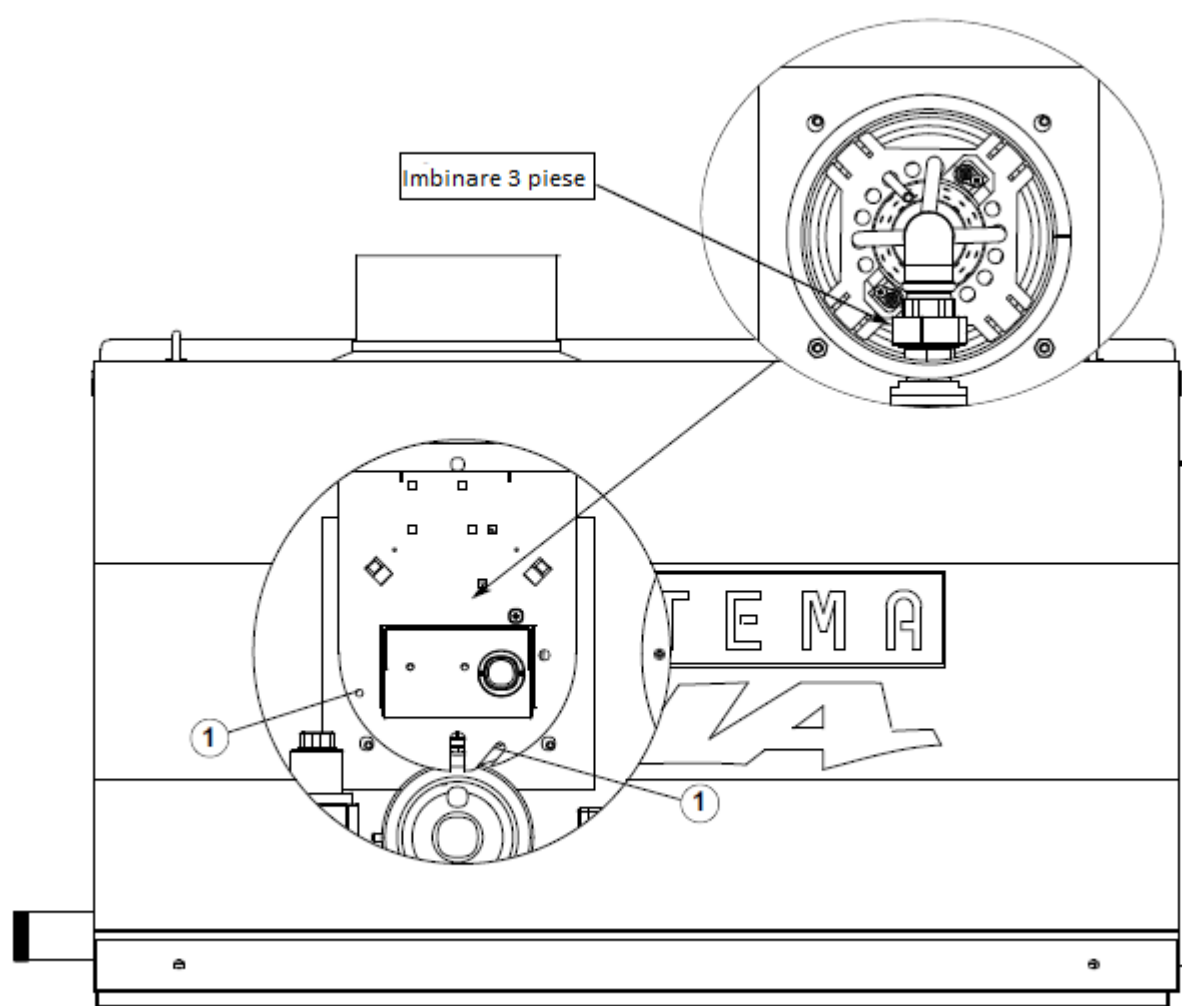

Fig. 8.1. Demontarea clapetei de aer
- 3) Scoateti racordul 3 piesa care blocheaza torta de combustie (vezi fig. 3.4. si fig. 8.1.) , scoateti diafragma si inlocuiti-o cu diafragma corespunzatoare pentru gaz propan (vezi tab. 7.1.). In cazul in care se inlocuiesc torte de combustie, extrageti-o din camera de combustie, intrerupeti legaturile (aprindere si masa) si inlocuiti-o cu noua torta de combustie. Inainte de inlocuire verificati daca noua torta corespunde cu tabelele din prezentul manual (tab. 3.3.).
- 6) Reglati presiunea la diafragma prin regulatorul de presiune al electrovanei (vezi fig. 8.1.), valorile trebuie sa corespunda tabelului 7.1.